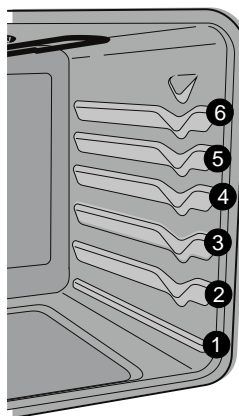

Figure 11 : Emplacement des grilles pour les fours.
- Pour de meilleurs résultats lors de la cuisson des gâteaux ou des biscuits sur deux grilles, voir à les placer en position 3 et 5 (voir Figure 11).